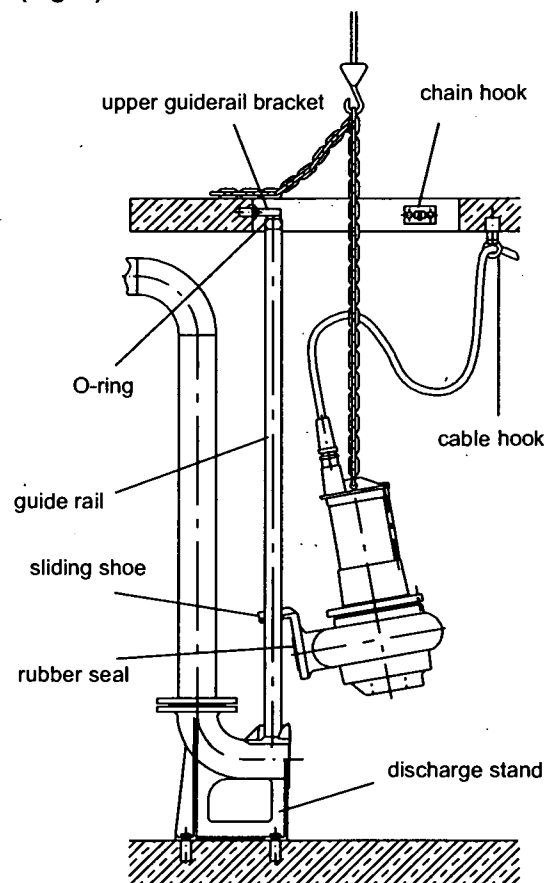

Fig. 4
2.2.1 INSTALLATION OF PUMP GUIDE SYSTEM (Fig. 4)